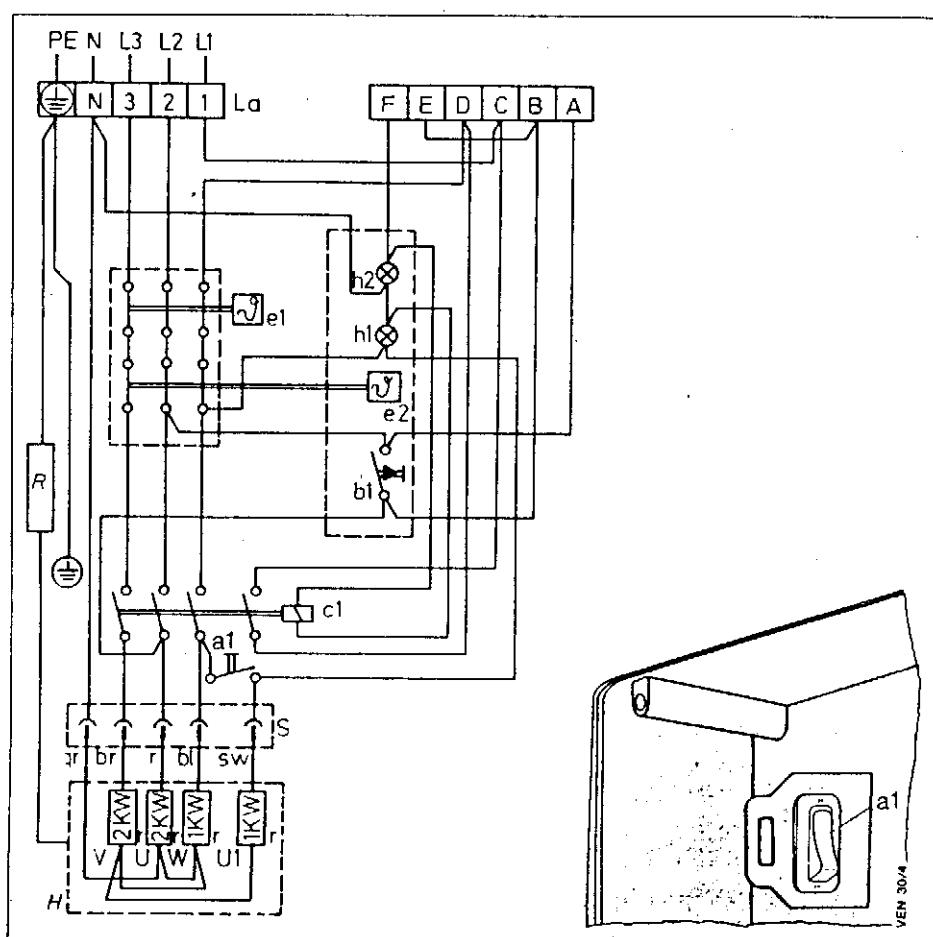

Рис. 9 Электрическая схема
После этого подключить к клеммам три фазы и  (см. рис. 9).
Переключатель (a1, рис. 9) для переключения "основной нагрузки" виден после открытия расположенной внизу крышки коммутационного ящика напротив подсоединительных клемм.
8.3 Дистанционное управление (рис. 9)
Обозначения к рис. 9